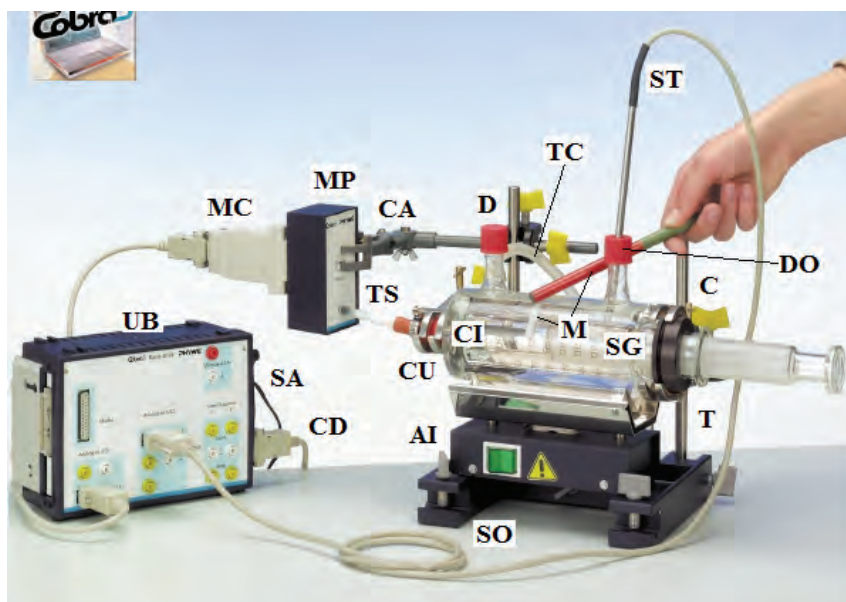

Fig. 1
- unitate de bază Cobra 3 (**UB**) (fig. 1), ulei de motor, cablu de date RS 232 (**CD**), colier, pahare;